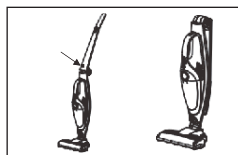

рис. 2
- Удерживая ручку (1), поднимите ручку и зафиксируйте ее. Чтобы сложить ручку, нажмите кнопку (4) – **рис. 2**.